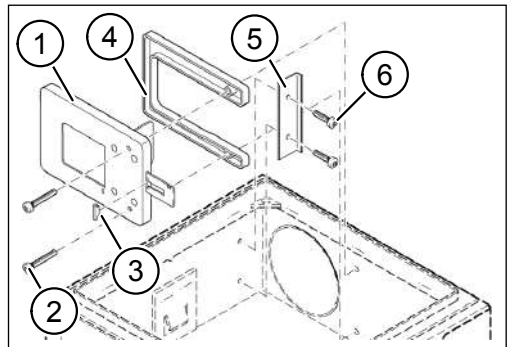

Abb. 20: Brandschutzklappe einbauen
- ▶ Befestigen Sie den Haltewinkel (Pos. 5 in Abb. 20) mit den beiden Kreuzschlitzschrauben (Pos. 6 in Abb. 20) am Gehäuse.
- ▶ Führen Sie die Brandschutzklappe (Pos. 1 in Abb. 20) mit der Distanzeinlage (Pos. 4 in Abb. 20) in den Haltewinkel ein.
- ▶ Befestigen Sie die Brandschutzklappe und die Distanzeinlage mit den beiden Kreuzschlitzschrauben (Pos. 2 in Abb. 20) am Gehäuse.
- ▶ Setzen Sie das Schmelzlot (Pos. 3 in Abb. 20) ein (siehe Abschnitt 17.3.2 auf Seite 58).